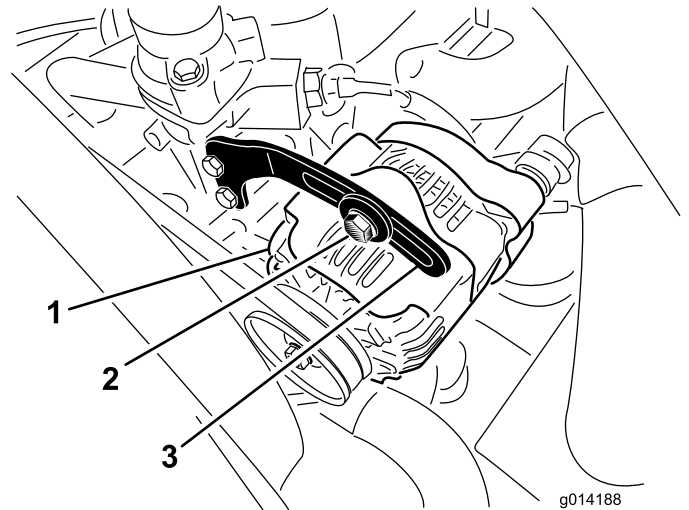

Figura 45
2. Compruebe la tensión de la correa del alternador flexionándola (Figura 45) en el punto intermedio entre las poleas del alternador y del cigüeñal con una fuerza de 10 kg (22 libras).
3. Afloje el perno que sujeta el tirante al alternador (Figura 45), y el perno de pivote del alternador.